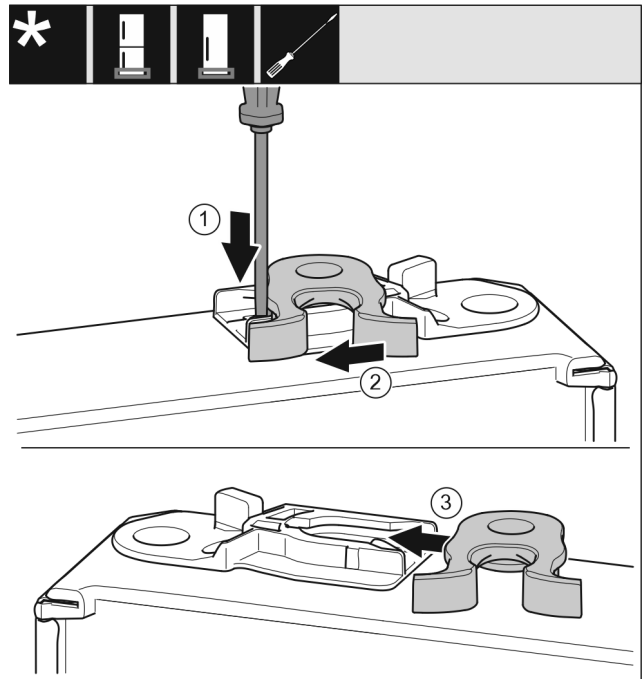

Fig. 15
- ▶ 用带槽螺丝刀向下按住接片。 Fig. 15 (1)
- ▶ 将锁钩从导向装置拉出。 Fig. 15 (2)
- ▶ 将另一侧的锁钩推入导向装置。 Fig. 15 (3)